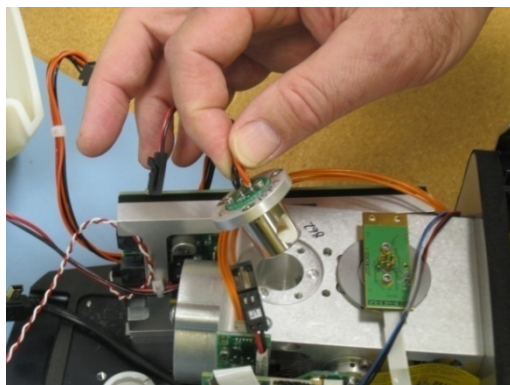

图 23. 取下光源组件
- 7 从架上取出光源组件 (参见图 23)。将此光源放在一旁，并用新的光源组件进行更换。